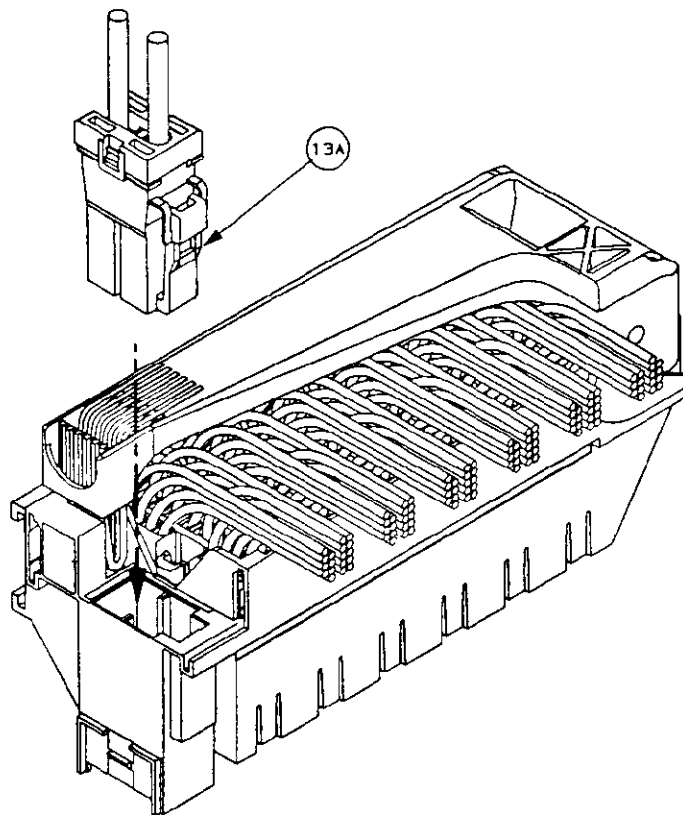

FIG. 13
1) Having the lever closed, insert the 2 pos. power connector into the two cavities of the frame until the locking lance clicks 13A (see Fig. 13)
1) Con leva chiusa inserire il connettore 2 vie di potenza nelle due cavità sul frame fino allo scatto della lancia di aggancio 13A del connettore sul frame. (Vedi Fig.13).
1) Having the lever closed, press the locking lance 13A and then pull out the connector from the frame (see Fig 13).
1) Con leva chiusa agire sulla lancia di aggancio 13A del connettore e quindi estrarlo da frame (vedi Fig.13).